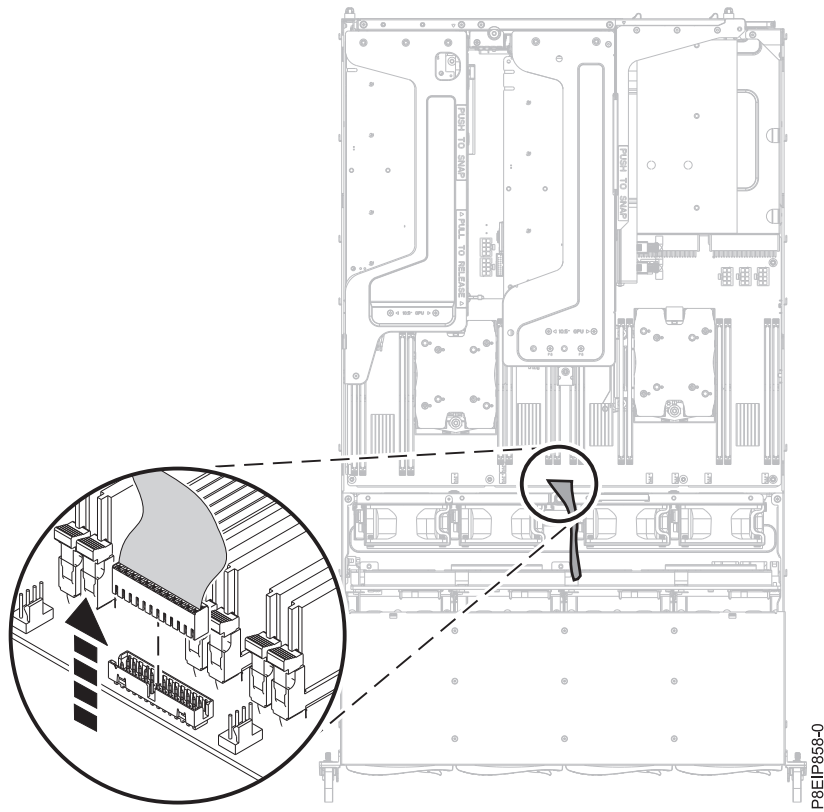

Figure 61. Retrait du câble du panneau de commande
6. Retirez le câble du panneau de commande du fond de panier système, comme indiqué dans la figure 61, à la page 53.